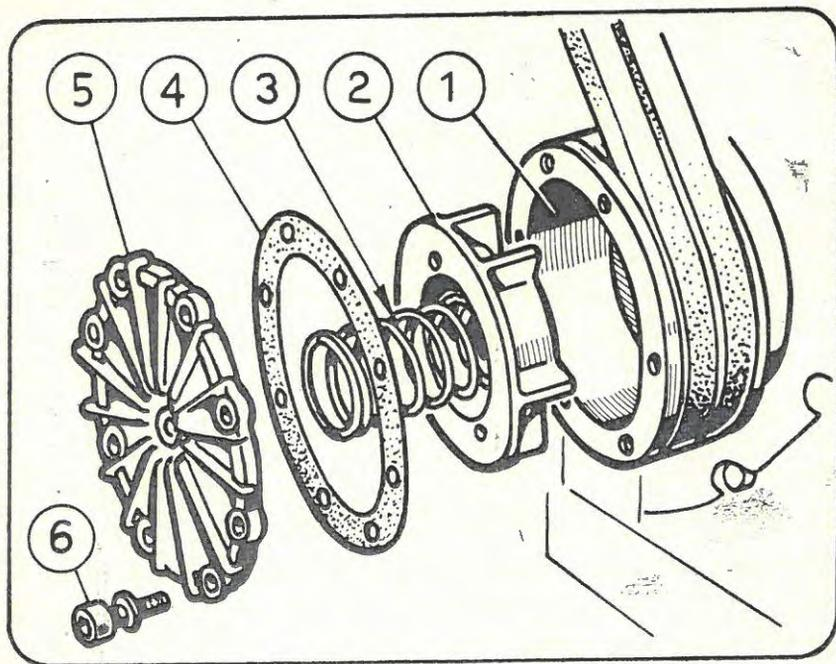

Fig. 8 - FILTRO CENTRIFUGO, BREVETTO FIAT
a) Svitare il bullone (3) che fissa la scatola (5) al corpo del filtro (4).
b) Togliere la scatola (5) sfilare la cartuccia filtrante e sciabordarla nel petrolio o nella benzina. Se la stoffa risultasse eccessivamente impregnata di impurità sarà necessario sostituire la cartuccia filtrante.
3) **Pulizia del filtro centrifugo dell'olio** (Fig. 8). Il filtro centrifugo (Brevetto FIAT) rappresenta uno fra i più moderni ed efficaci sistemi di filtraggio dell'olio finora realizzati in campo motoristico. La elevata velocità di rotazione del filtro, calettato sull'albero motore, realizza una costante separazione delle più minute impurità presenti nell'olio, facendole aderire per forza centrifuga sulle pareti interne della scatola.